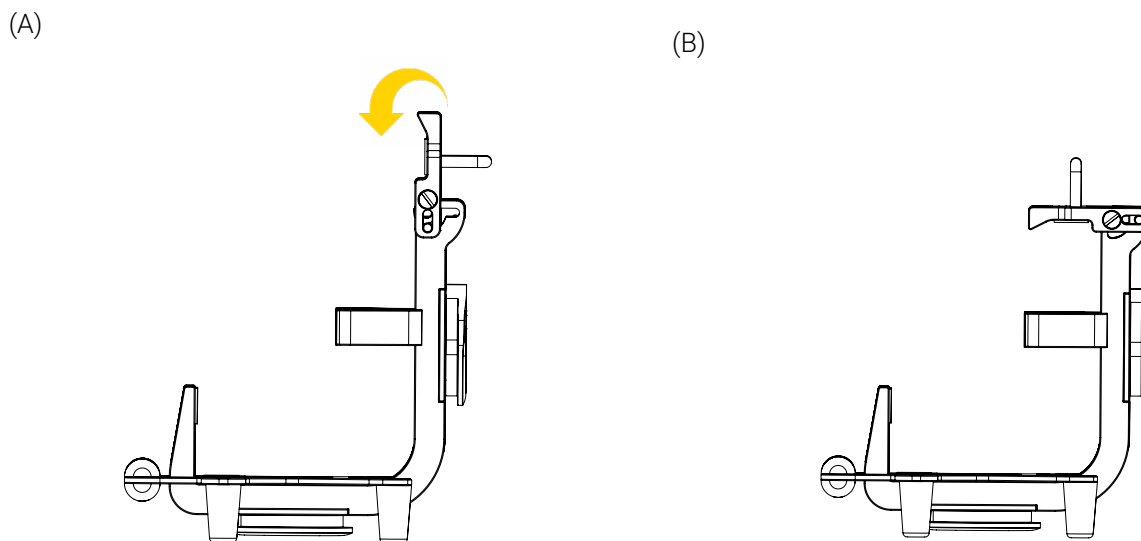

Figure 10: Fermeture et verrouillage du support de fixation
3. Basculer le dessus du support de fixation par dessus l'appareil médical, puis appuyer jusqu'à ce qu'il se verrouille et soit sécurisé (Figure 10).